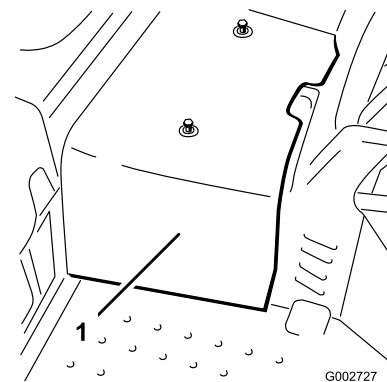

図 41
2. センターシュラウドを機体に止め付けているねじ 2 本を外してシュラウドを機体から取り外す(図 41)。